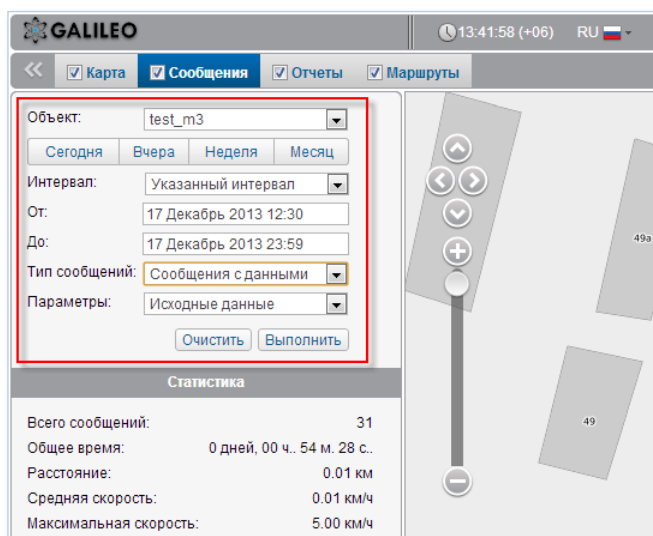

Рисунок 14. Вкладка «Сообщения» ПО мониторинга
6. Нажмите кнопку «Выполнить» (Рис. 14).
4. нажмите кнопку «Выполнить» (Рис. 14);